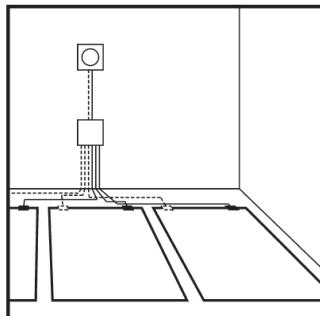

рис. 1
- Провода присоединяются в электрокоробке (см. рисунок 1 и 2) или прямо к терmostату